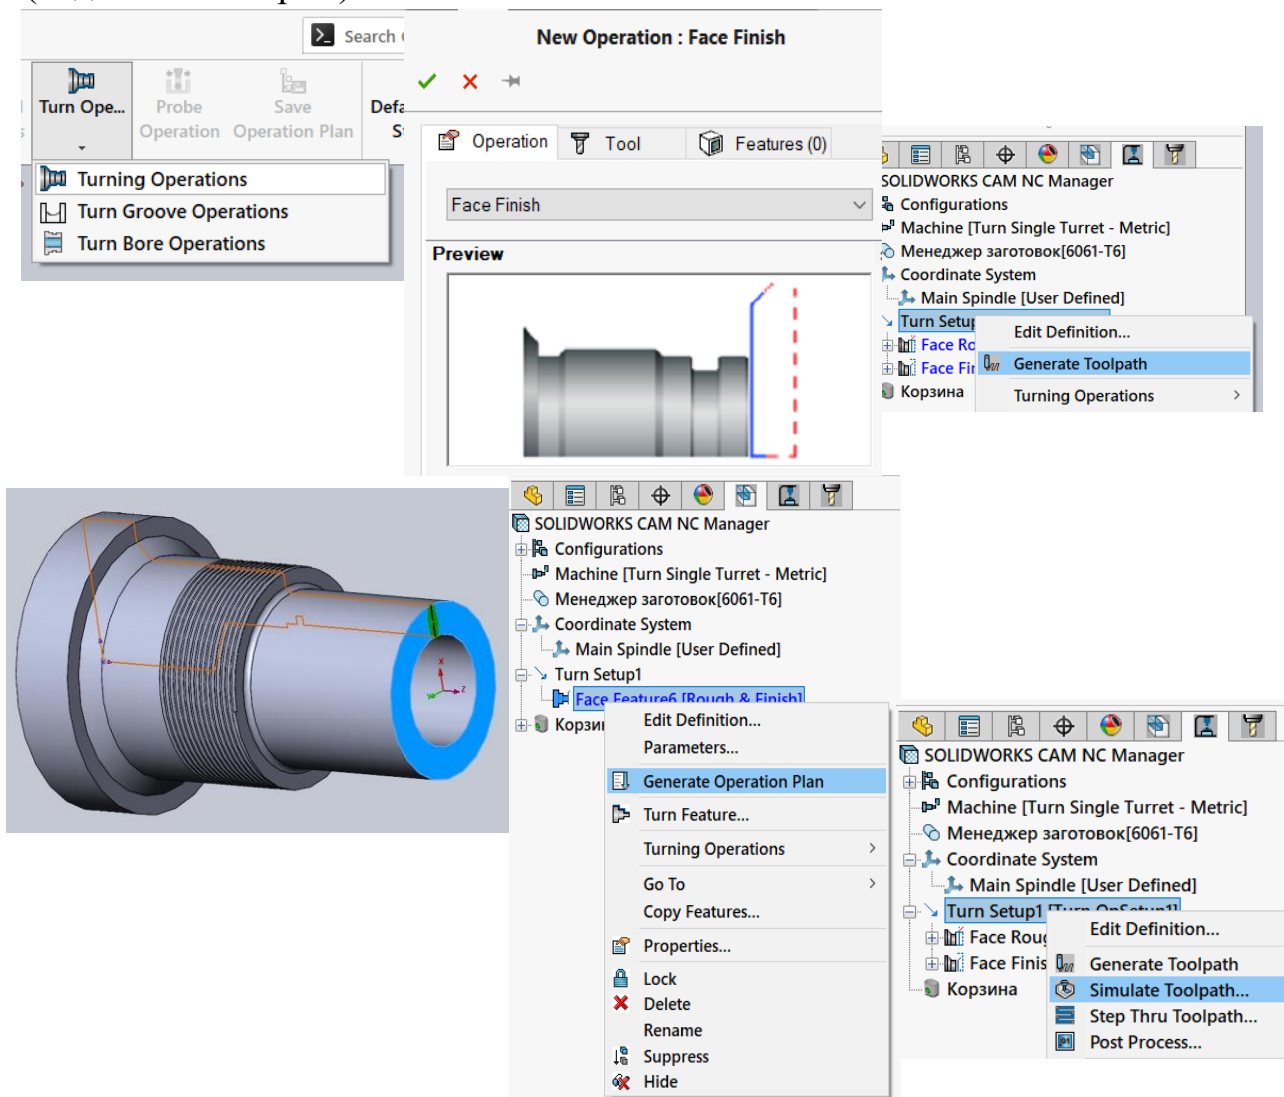

Рис. 4.5. Створення операції підрізання торця
6. Створити операцію підрізання торця (рис. 4.5). При створенні операції як елемент обрати відрізок кривої профілю на торці деталі (виділено кольором).